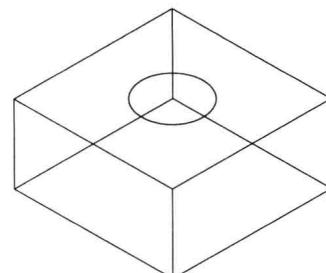
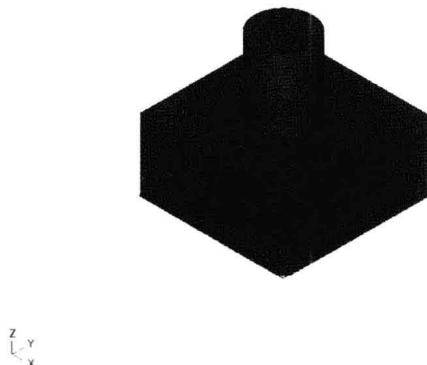

图 1.6 圆弧
图 1.7 实体
(5) 依次选择构图、画圆弧、圆心点菜单，输入圆心 $(0, 0, 50)$ ，半径：20，回车，注意，输入坐标后要按三次回车以确认三个坐标值，最后得到图 1.6。再点击实体、挤出，设置距离：50，选取圆弧，回车，得到图 1.7 所示。注意控制选取圆弧时的方向，如果方向箭头相反，则实体会向下挤出。